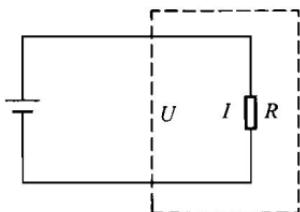

图 1-7 部分电路
(1) 部分电路欧姆定律。用万用表测量如图 1-7 所示部分电路中的电压 U 、电流 I 和电阻 R ，可以发现：流过导体的电流 I 与这段导体两端的电压 U 成正比，与这段导体的电阻 R 成反比。这个规律叫部分电路欧姆定律，其数学表达式为